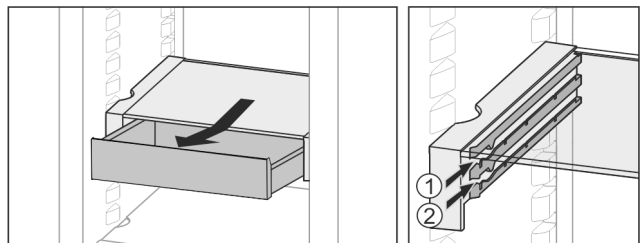

Fig. 25
- L'insérer à n'importe quelle hauteur Fig. 25 (1) ou Fig. 25 (2).